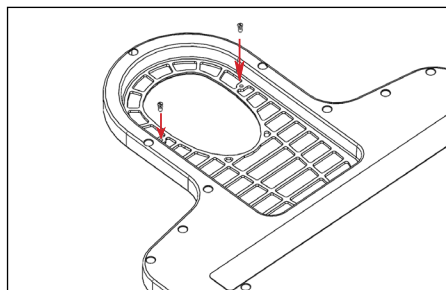

Fig. 2
2. Från underdelen av Portrait Insert, skruva i stiften i riktning medurs med hjälp av en vanlig platt skruvmejsel (fig. 2).